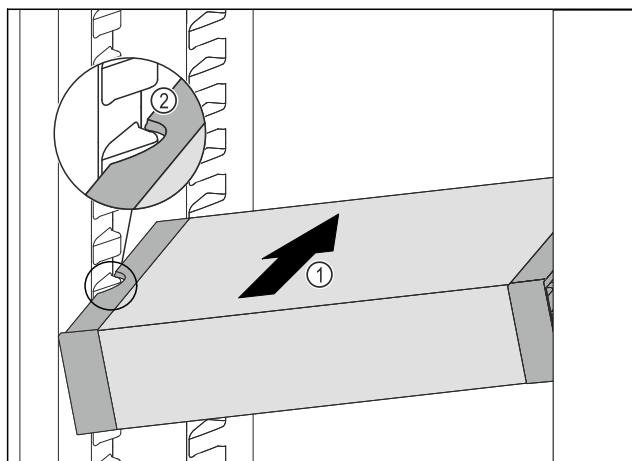

Fig. 151
- VarioSafe schräg in das Kühlteil einschieben Fig. 151 (1), bis sich die seitlichen Aussparungen Fig. 151 (2) des VarioSafes auf Höhe der Behälterrippe im Kühlteil befinden.